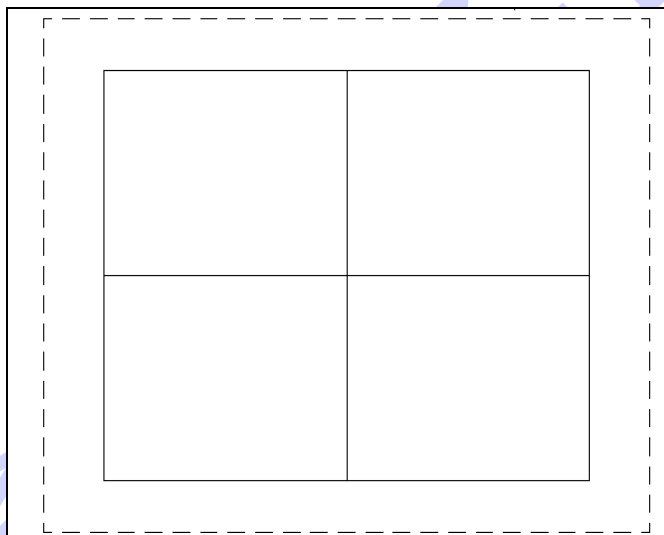

图 12-18 将当前视窗四等分
(8) 4. 把当前视窗分为 4 个视窗。如图 12-18 所示的利用 4 选项将当前视窗四等分。